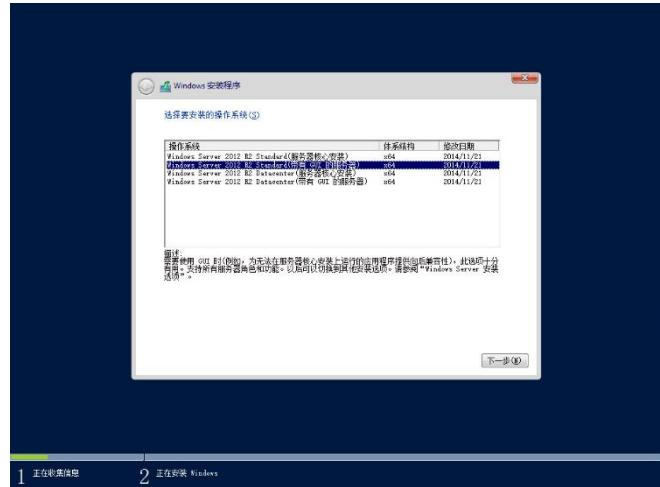

图 6-24
- f. 点击现在安装按钮，进入操作系统版本选择界面，如图 6-24 所示，以 Standard(带有 GUI 的服务器)为例，选择 Windows Server 2012 R2 x64 Standard(带有 GUI 的服务器)。